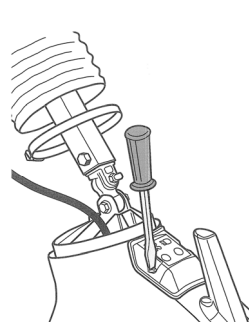

Fig.16
6) スポットライトをフード上部にボルトで取付けてください。(Fig.16)